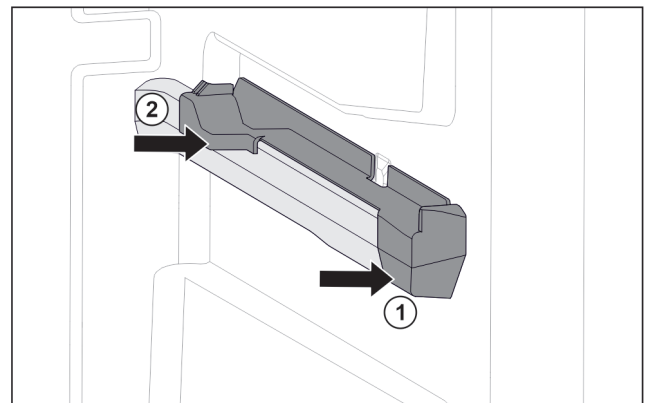

Fig. 79 Pieza de acoplamiento en la nervadura para recipientes derecha
- ▶ Coloque la pieza de acoplamiento delante en la nervadura para recipientes. Fig. 79 (1)
- ▶ Presione la pieza de acoplamiento por detrás. Fig. 79 (2)